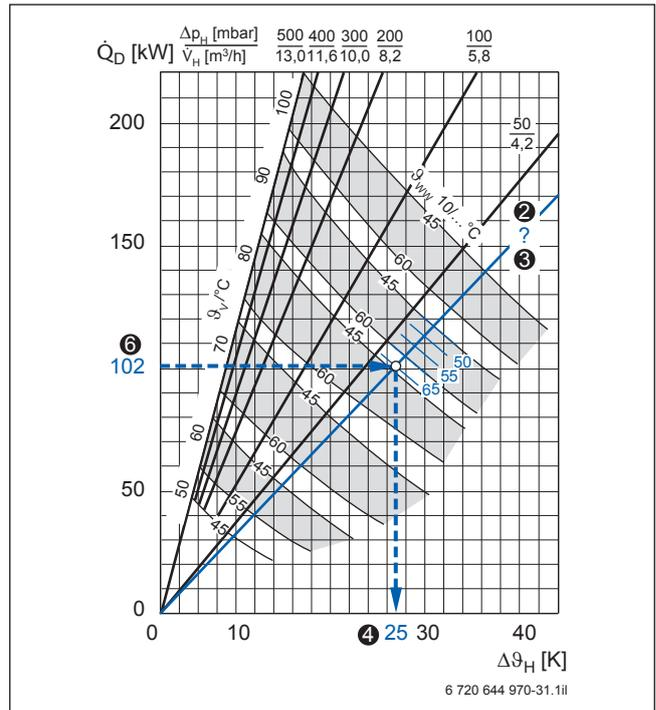

Bild 42 Warmwasser-Dauerleistung Logalux LTN750 und LTN950; Beispiel blau hervorgehoben (Abhängige Größen → Bild 39, Seite 55, Vorlage → Bild 82, Seite 114)
Im Dauerleistungsdiagramm → Bild 83, Seite 114 ist bei der vorgegebenen Heizwasser-Vorlauftemperatur von 90 °C eine Hilfslinie für eine Warmwassertemperatur von 65 °C einzuzeichnen (Beispiel → Bild 42). Aus dem Dauerleistungsdiagramm ist jedoch nur die zugehörige heizwasserseitige Temperaturdifferenz $\Delta\vartheta_H = 25$ K ❹ eindeutig ablesbar.